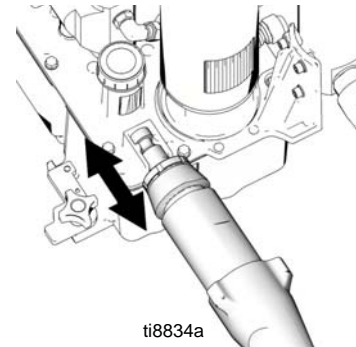

FIG. 20
1. (Fig. 20) Se necessário, coloque a haste da bomba na peça fundida de ajuste e puxe a bomba para aumentar o comprimento da haste.